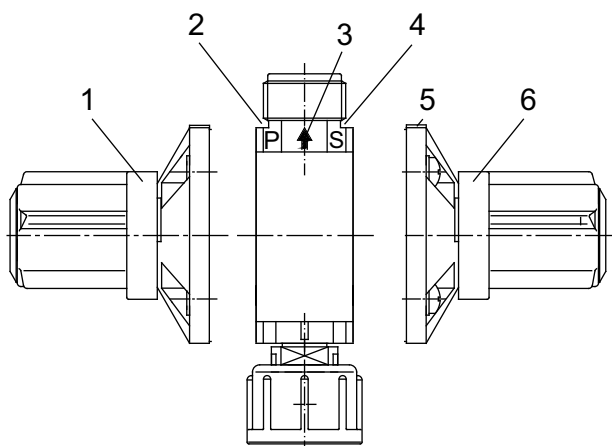

Рис. 42 Многофункциональный клапан - детализовка
См. рис. 42. Подсоедините зеленую поворотную ручку деаэрации (6) на стороне корпуса клапана, помеченной буквой "S" (4), проверив отметку (паз регулировки давления перелива 5). Поставьте черную поворотную ручку (1) на стороне корпуса клапана, помеченной буквой "P" (2).